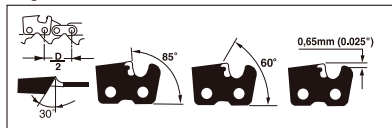
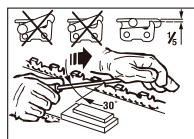

Fig. 21
Fig. 22
**AFFÛTAGE DE LA CHAÎNE :** le pas de la chaîne (Fig. 21) est de  $3/8''$  LoPro x 0,050". Portez des gants de protection pour affûter la chaîne et utilisez une lime ronde de  $\varnothing 5/32''$  (4 mm).
Affûtez toujours les lames vers l'extérieur uniquement (Fig. 22), en respectant les valeurs indiquées sur la Fig. 21.